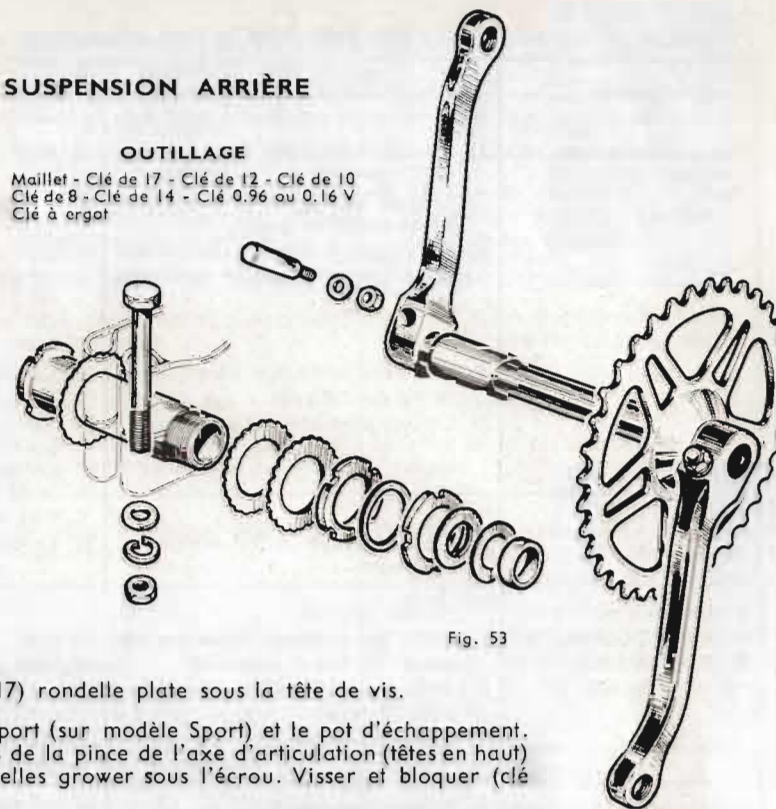

Fig. 53
- Déclaveter et retirer la manivelle gauche (clé de 10 - fig. 53).
- Remonter le pédalier dans l'ordre suivant (fig. 53) :